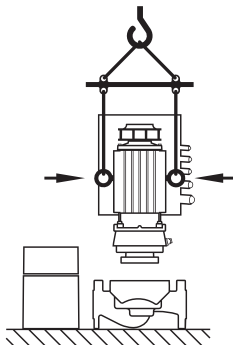

Fig. 9: Trasporto del motore
- Se necessario, ad es. in caso di riparazioni, gli occhioni di trasporto possono essere spostati dalla flangia al corpo del motore (vedi ad es. fig. 9). Prima di montare gli occhioni di trasporto sul corpo del motore, svitare e rimuovere i distanziatori dalle aperture per gli occhioni (fig. 7, pos. 20b) (vedi capitolo 10.2.1 "Sostituzione della tenuta meccanica" a pagina 178).
- Se gli occhioni di trasporto vengono spostati o sono stati spostati dalla flangia motore e montati sul corpo del motore, è ammesso utilizzarli solo per sollevare e trasportare il set di innesto (fig. 9), ma non per il trasporto dell'intera pompa, nonché non per separare il set di innesto dal corpo pompa.